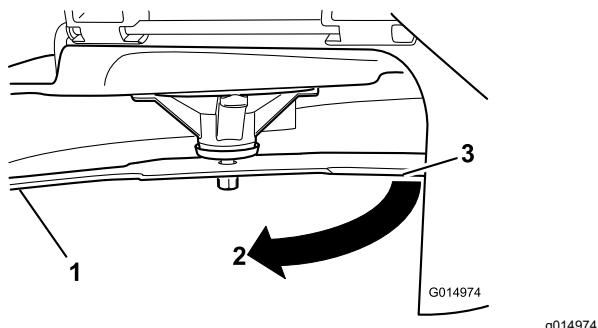

Figure 93
3. Mesurez la distance entre la lame et la surface (A)
4. Tournez la même lame de 180 degrés pour amener le tranchant opposé à la même position (Figure 93).